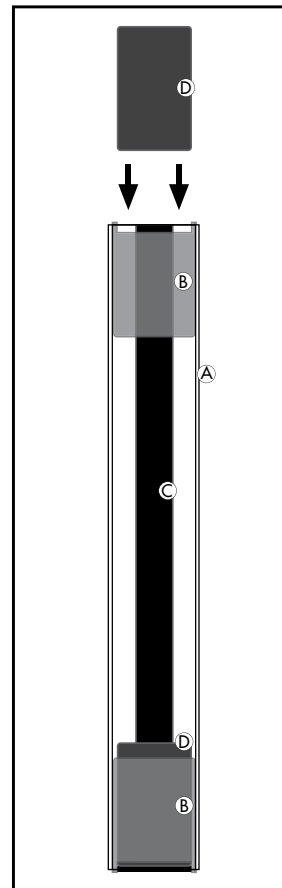

Figura 5
- 7.) Deslice el segundo entramado del poste (D) por la punta del poste de vinilo, por encima del poste de acero (Figura 5) y dentro del entramado de plástico de 5"x5".